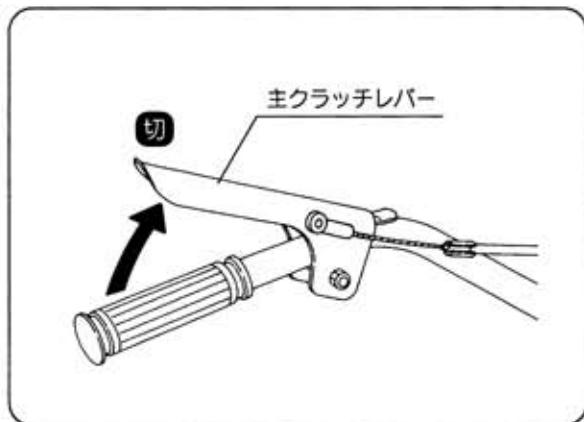

図10
- ①主クラッチレバーを【切】位置にします。(ハンドルパイプより左手を離します。) (図10)